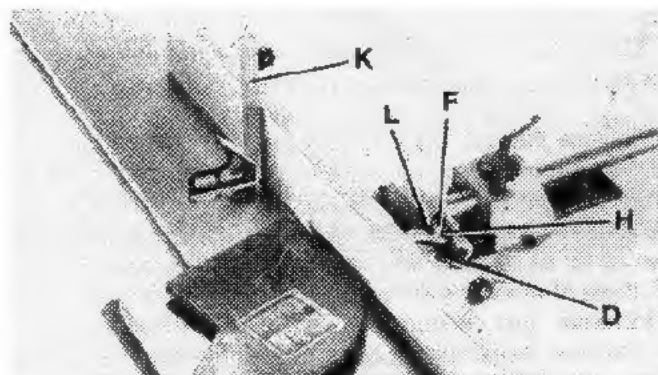

FIGURE 37
2. Positionnez le guide à 90° de la table. Assurez-vous que l'arrêt pivotant (F) Fig. 37, est abaissé, et que la vis d'ajustement (H) rentre en contact avec l'arrêt pivotant (F); serrez la poignée de verrouillage (D).
3. Placez une équerre (K) Fig. 37, sur la table et contre le guide et vérifiez si le guide est à 90° à la table.
4. Si un ajustement est nécessaire, déserrez la poignée de verrouillage (D) Fig. 37 et l'écrou de verrouillage (L). Tournez la vis d'ajustement (F) jusqu'à ce que vous êtes certain que le guide soit à 90° à la table. Serrez l'écrou de verrouillage (L).